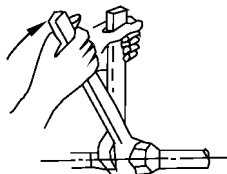

Рис. 15
- Закрутите накидную гайку пальцами, а затем дозатяните ее гаечным ключом и ключом с регулируемым крутящим моментом (см. рисунок 15).